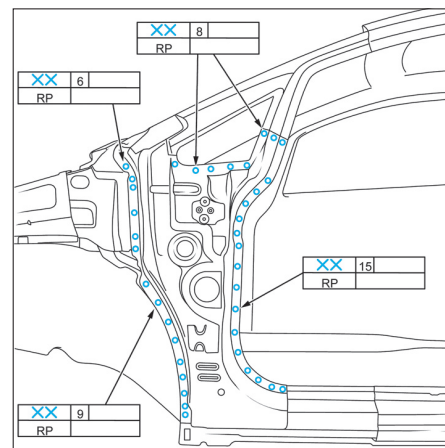
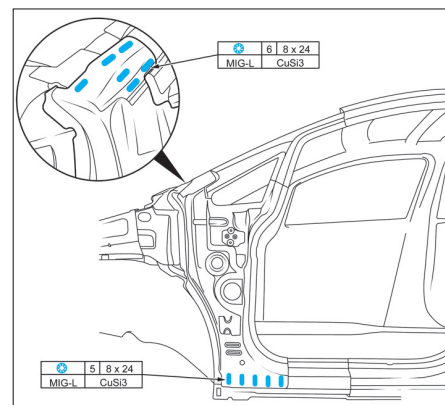

FIG. 21
FIG. 22
- Souder le renfort de montant A (Fig.21) et (Fig.22).